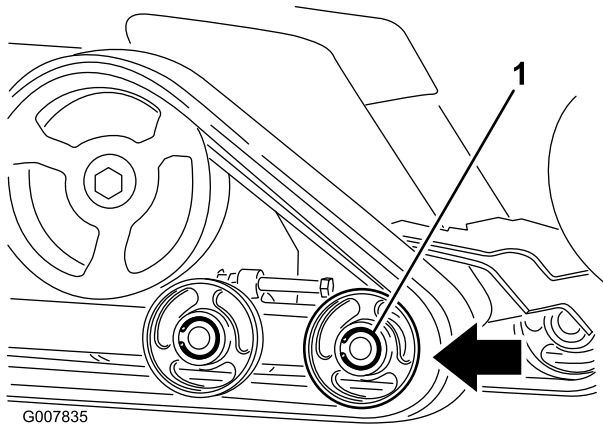

Figura 44
6. Spingete indietro la ruota anteriore non motrice quanto più possibile (Figura 44).
8. Dopo avere liberato il cingolo dalla ruota non motrice, toglietelo dalla macchina (Figura 44).
9. Avvolgete il cingolo nuovo sulla ruota, iniziando dalla ruota motrice e controllando che i denti del cingolo si posizionino tra i distanziali della ruota (Figura 44).
10. Spingete il cingolo sotto le ruote non motrici (Figura 44).